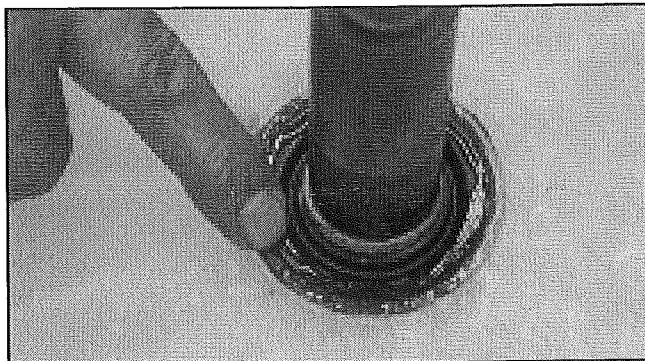

FIGURA 19
31. Empuje el sello para tina hasta que calce en su lugar usando la herramienta de prensado del sello y el martillo hasta que se asiente en la parte inferior. Aplique un cordón de adhesivo Pliobond al borde superior del sello y de la tina (esparza con el dedo). Vea la *Figura 19*.